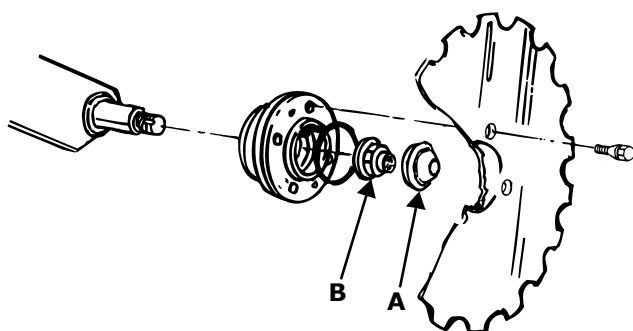
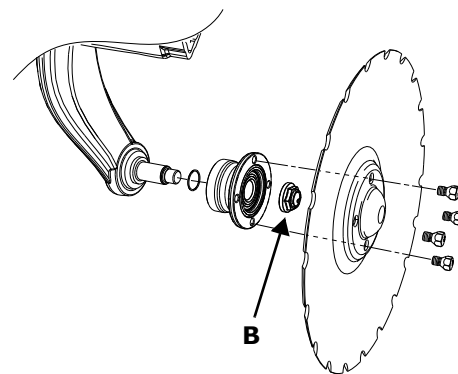

Figure 4.7
Figure 4.8
Odstraňte ochranný kryt (A) na strojích se sériovými čísly (-9349), viz "Figure 4.7". Odšroubujte matici (B). Nyní můžete sejmut ložisko z osy hřídele.
Nasaďte na osu hřídele náboj a O-kroužek podle znázornění na "Figure 4.7" (-9349) nebo "Figure 4.8" (9350-). Nasaďte novou matici a utáhněte ji momentem 285 Nm. Na stroje se sériovými čísly (-9349) nainstalujte nový ochranný kryt.